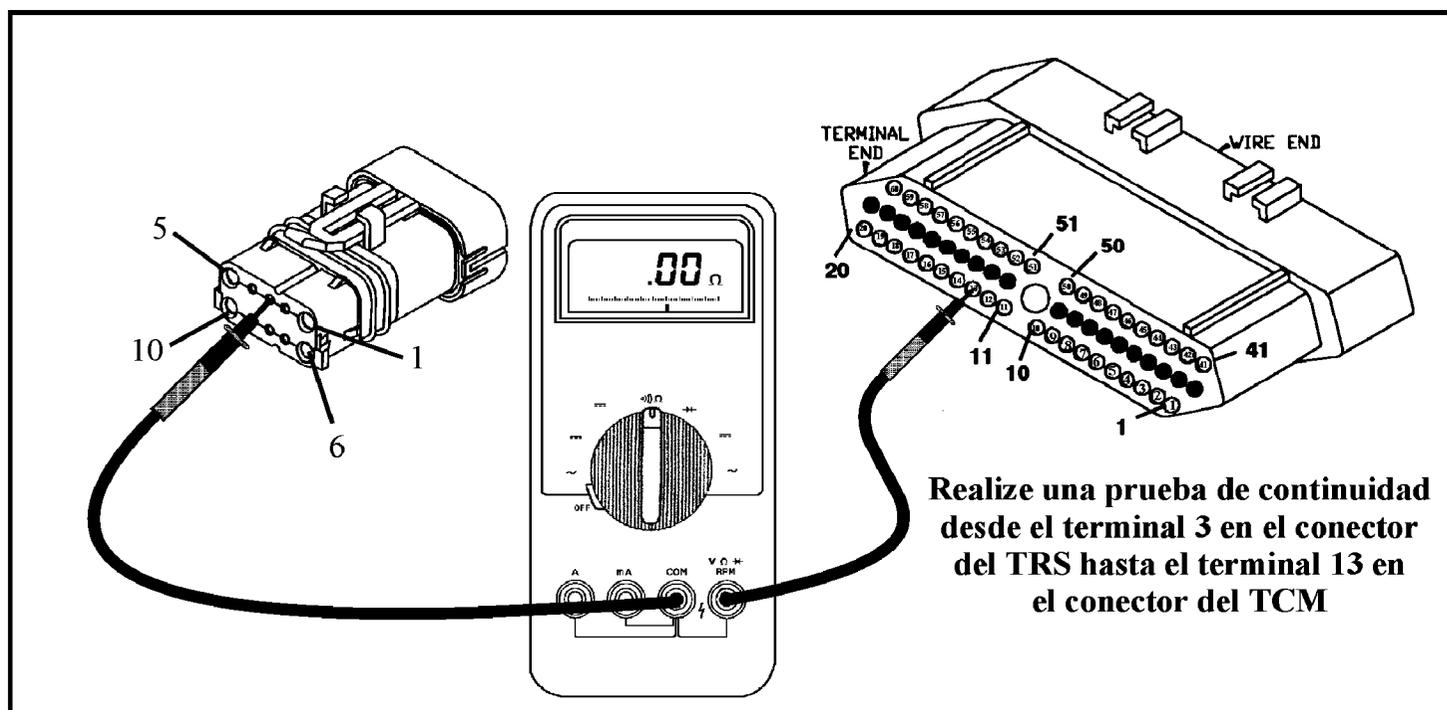

Figura 62
- Los vehiculos del 1996 en adelante tienen un sensor para la temperatura del fluido (TFT) que forma parte del sensor de posición de escalas (TRS). El alambre de tierra de éste sensor es compartido con los sensores de RPM en el terminal 13 del TCM. Los códigos 58 y 72 se pueden registrar si éste alambre se ve averiado. Una prueba de continuidad puede ser realizada colocando un cable del metro al terminal 3 en el conector del TRS y otro cable al terminal 13 en el TCM (Vea la figura 62). Para mas pruebas al TFT refierase a la pagina 84.